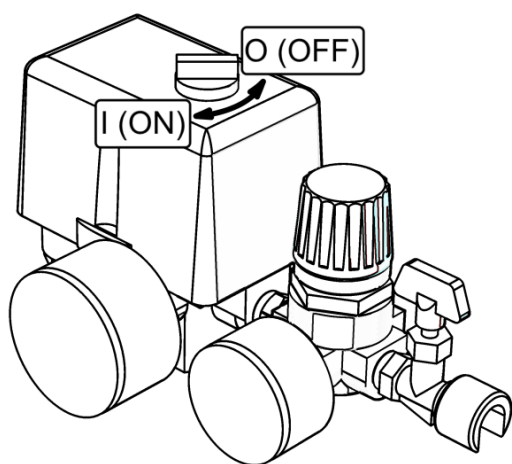

Рисунок 2
1 Проверьте, чтобы выключатель на реле давления находился в выключенном положении "O" или "OFF", в зависимости от исполнения (см. рисунок 2).
- 1 Выключить компрессор выключателем **3** на реле давления. Для этого необходимо переключить выключатель в положение "**О**" или "**OFF**", в зависимости от исполнения (см. рисунок 2). После этого остановится электродвигатель и произойдет сброс давления из нагнетательного воздухопровода и поршневого блока.
- 1 Переключите выключатель **3** на реле давления в положение "0" или "OFF", в зависимости от исполнения (см. рисунок 2).